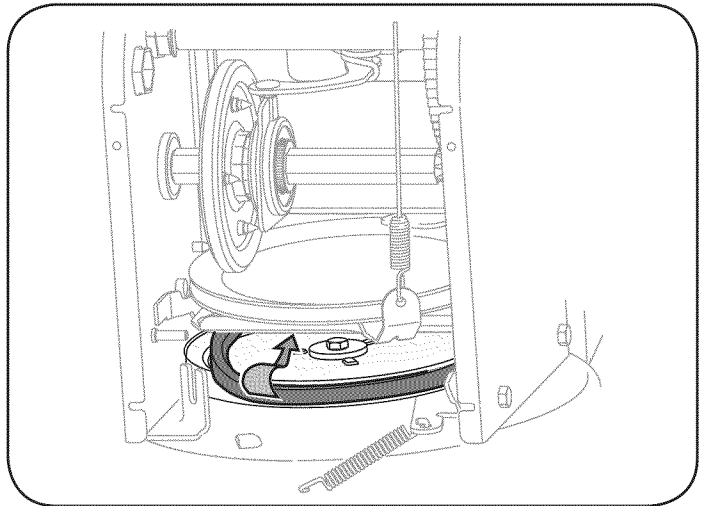

Figura 25
- Retire la correa de alrededor de la polea de la barrena y deslice la misma entre la ménsula de soporte y la polea de la barrena. Vea la figura 25.